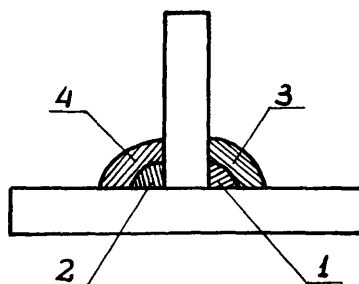

Fig. 6
- 2) Cuando las piezas formen una "T", alterne el depósito de los cordones (fig.6) para evitar deformaciones.